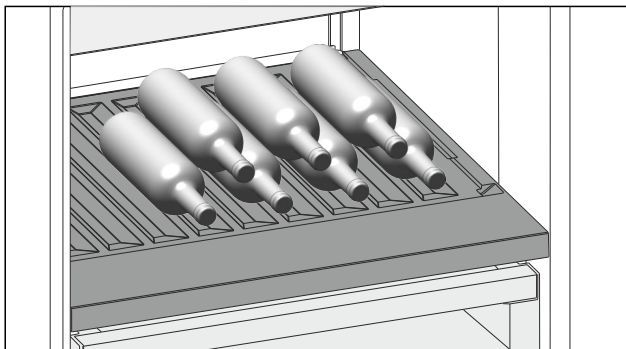

Fig. 143
- ▶ A palackokat az aljukkal hátrafele helyezze a hátfalhoz. (lásd Fig. 143)